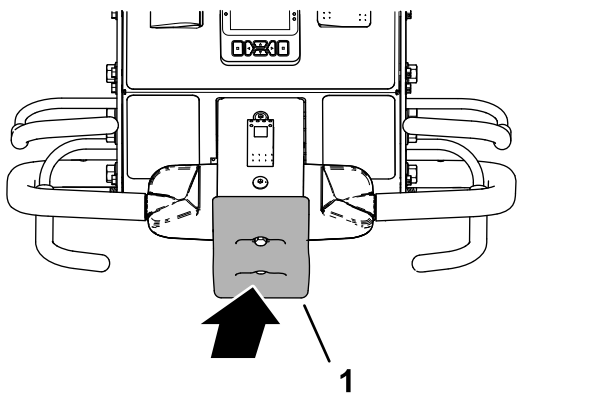

Figura 36
2. Enquanto aperta a pega de presença do operador e o comando da tração, toque no interruptor de paragem de emergência (Figura 36).